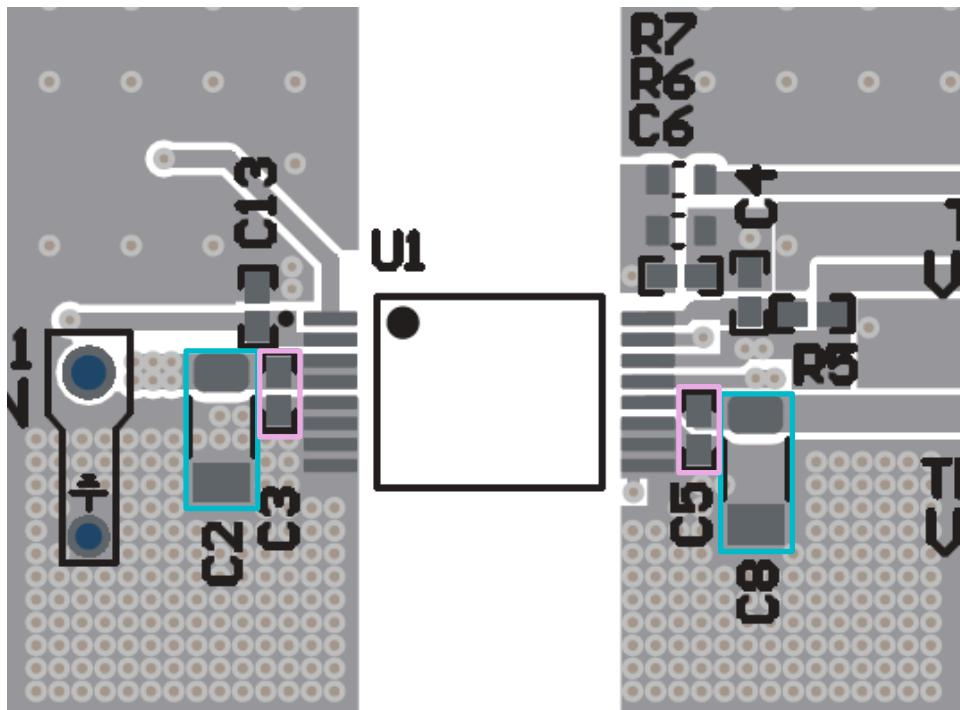

图 8-5. VIN (C2、C3) 和 VDD (C5、C8) 电容器
- 将大容量 VIN 电容器 (C2) 尽可能靠近 0.1 μ F 高频率旁路电容器 (C3) 并与之并联，且与 IC 位于 PCB 的同一侧，如 图 8-5 所示。
2. 电源正常引脚去耦电容器：电源正常去耦电容器应靠近引脚 2 (电源正常引脚) 放置，并与 UCC34141-Q1 位于 PCB 的同一侧。请参阅 图 8-5 中所示的 C13 放置方式。
- 将大容量 VDD-COM 电容器 (C8) 尽可能靠近 0.1 μ F 高频率旁路电容器 (C5) 并与之并联，且与 IC 位于 PCB 的同一侧，如 图 8-5 所示。